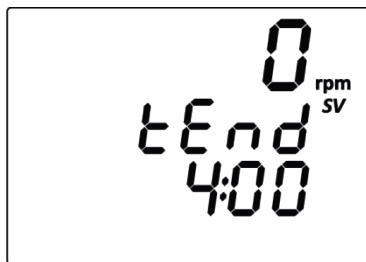

Рисунок 4 - Останов по таймеру
8.2.4. По истечении установленного времени таймера перемешивание отключается и подаётся звуковой сигнал. На дисплее отображается сообщение о том, что установленное время перемешивания закончилось (Рисунок 4).